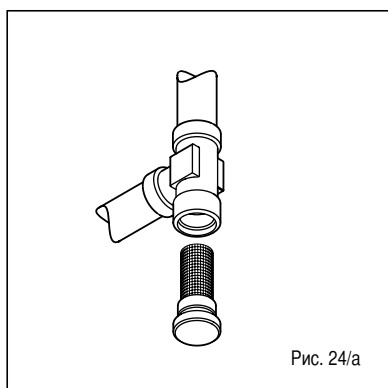

Рис. 24/a
4.7.2 Очистка фильтра горячего фильтрования (рис. 24/a)